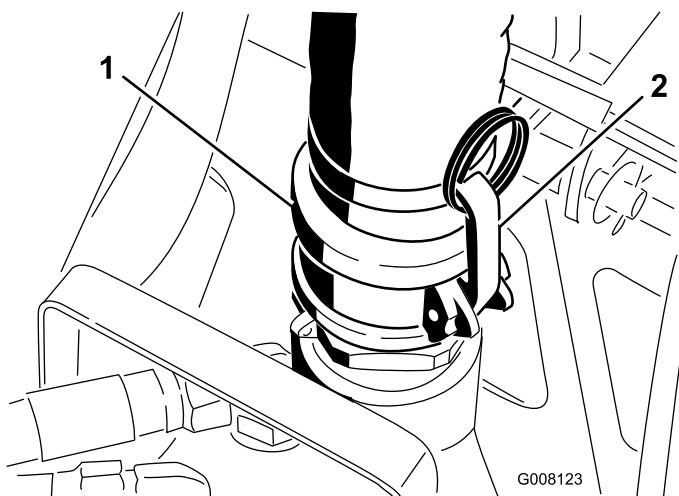

図 13
3. ラッチを解除し、吐出ホースをポンプから外す（図 13）。
15. 吐出ホースをポンプに接続してラッチで固定する（図 13）。